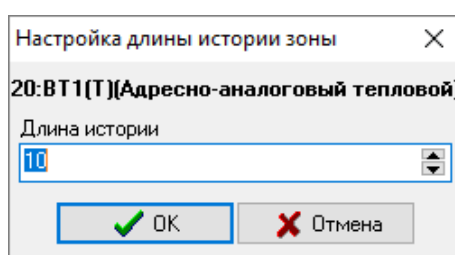

Рисунок 12-60 Настройка длины истории зоны
- **Длина истории зоны** – вызов окна «Настройка длины истории зоны» (см. Рисунок 12-60) для индивидуальной установки количества отображаемых в видимой области графика значений для активного графика того окна, в котором осуществляется настройка;